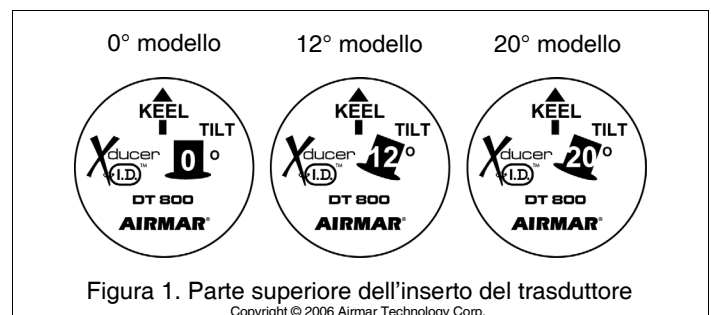
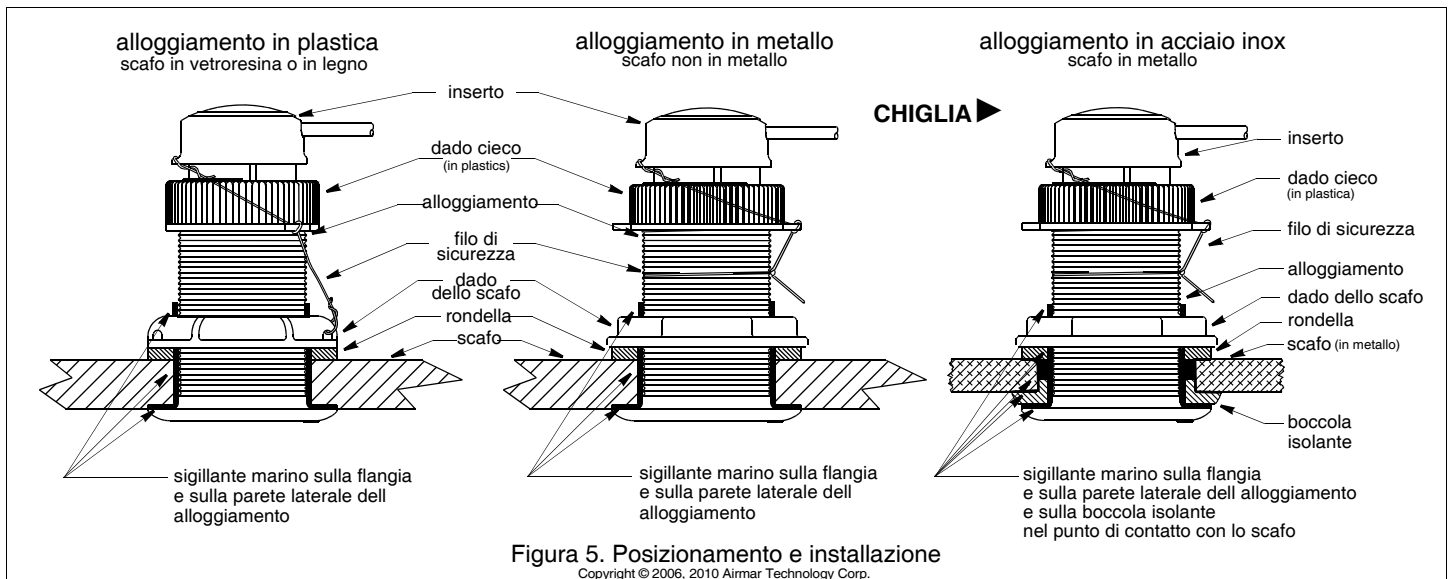

Figura 1. Parte superiore dell'inserto del trasduttore
Figura 5. Posizionamento e installazione
Verificate che l'angolo di inclinazione del vostro modello di trasduttore sia compatibile con l'angolo di deadrise dell'imbarcazione nel punto di montaggio. L'angolo di inclinazione è stampato in cima al trasduttore (figura 1). Per misurare l'angolo di deadrise del vostro scafo nel punto di montaggio scelto, utilizzate un goniometro o una livella digitale (figura 2).
Applicate uno strato di sigillante marino dello spessore di 2mm (1/16") intorno alla flangia dell'alloggiamento a contatto con lo scafo e sulla parete laterale dell'alloggiamento (figura 5). Il sigillante deve coprire una superficie più spessa di 6mm (1/4") rispetto allo spessore di scafo, rondella, e dado dello scafo. In questo modo il sigillante marino nelle filettature sigillerà lo scafo e manterrà il dado dello scafo fisso nella sua posizione.
1. Dall'esterno dello scafo, spingete l'alloggiamento nel foro di montaggio effettuando un movimento rotatorio fino a quando fuoriesce il sigillante marino in eccesso (figura 5).
6. Per realizzare un fissaggio a tenuta stagna, l'inserto deve essere interamente inserito nell'alloggiamento e il dado cieco deve essere avvitato completamente (figura 5). **Fate scivolare l'inserto nell'alloggiamento con la freccia in alto rivolta verso la CHIGLIA o la mezzeria della barca** (figura 1).
8. Collegare il filo di sicurezza per evitare che l'inserto si ritragga nell'eventualità improbabile in cui il dado cieco si rompano o non vengano avvitati correttamente (figura 5).